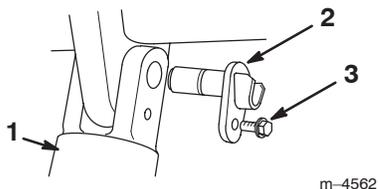

Figure 6
2. Retirer le boulon de fixation de l'axe de chape qui surmonte le vérin d'inclinaison (Fig. 6).